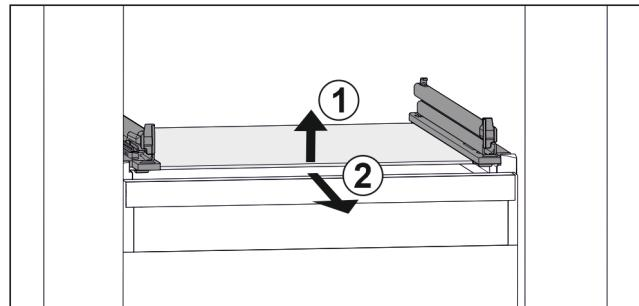

Fig. 84 Primjerni prikaz staklene ploče
- Staklenu ploču podignite sprijeda. Fig. 84 (1)
- Izvadite staklenu ploču prema naprijed. Fig. 84 (2)